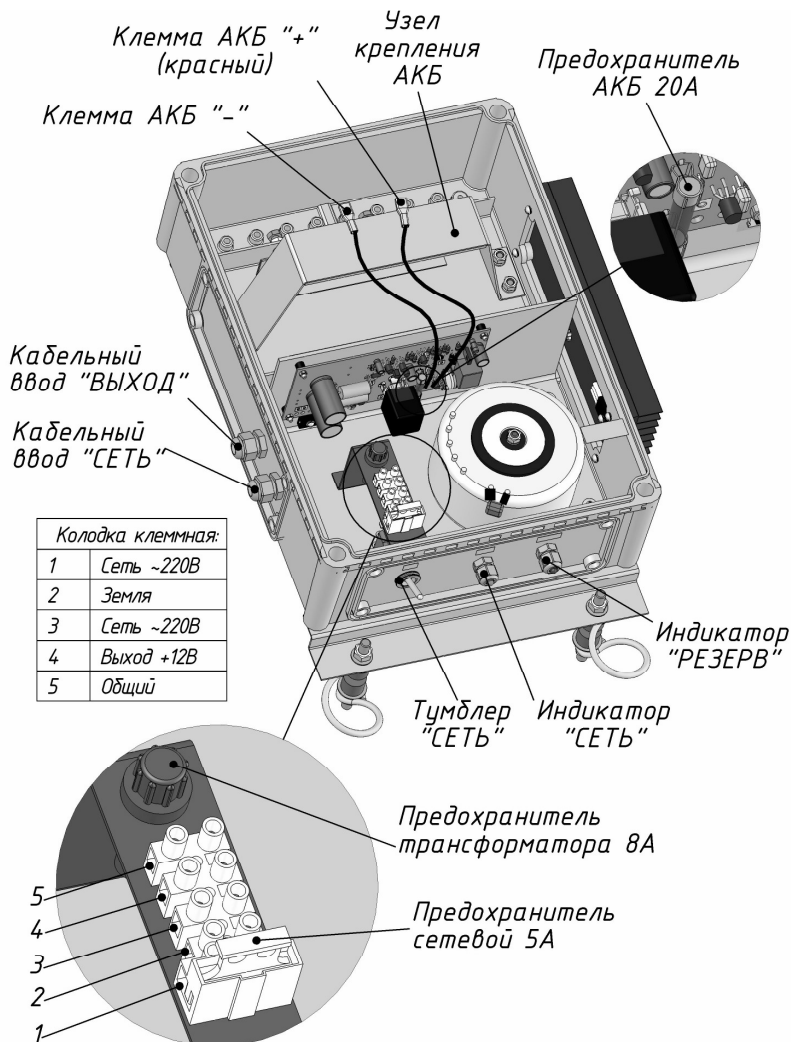

Рисунок 2 – Вид блока со снятой крышкой
При снятой крышке (см. рисунок 2) осуществляется доступ к клеммной колодке с держателем сетевого предохранителя, держателю предохранителя трансформатора, печатной плате с размещенным на ней предохранителем АКБ, а также к узлу крепления АКБ внутри корпуса.
Подключение блока производится при отключенном сетевом напряжении, выключенном тумблере (рукоятка вниз) и открытой крышке (см. рисунок 2) в следующей последовательности:
- нагрузку подключить к клеммам 4 (+12В) и 5 (Общий) в соответствии с полярностью (см. рисунок 2). Напряжение в цепи «+12В» имеет положительную полярность относительно цепи «Общий».